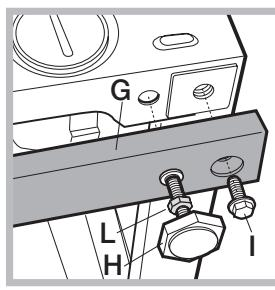

Fig. 11
les 2 traverses (G); les 4 pieds (H); les 4 vis (I); les 4 écrous (L) puis procédez comme suit (fig. 11): Poser la machine sur sa face arrière en veillant à ne pas endommager le tuyau d'évacuation et le cordon d'alimentation électrique. démontez les 4 pieds originaux, positionnez une traverse G dans la partie avant de la machine, fixez-la à l'aide des vis I (en les vissant dans les trous où étaient fixés les pieds originaux) puis montez les nouveaux pieds H.